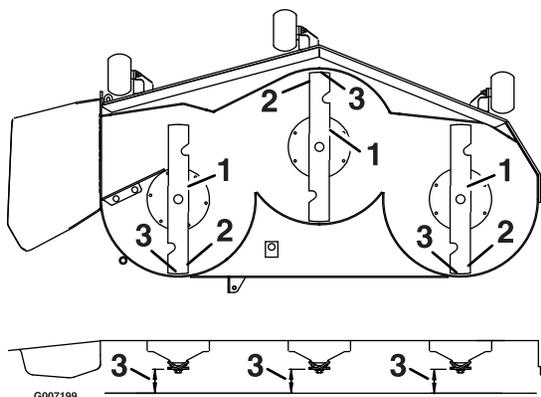

Figura 68
3. Gire cuidadosamente las cuchillas colocándolas en el sentido de avance de la máquina (Figura 68).
4. Mida entre la punta de la cuchilla delantera y la superficie plana y entre la punta de la cuchilla trasera y la superficie plana (Figura 68).